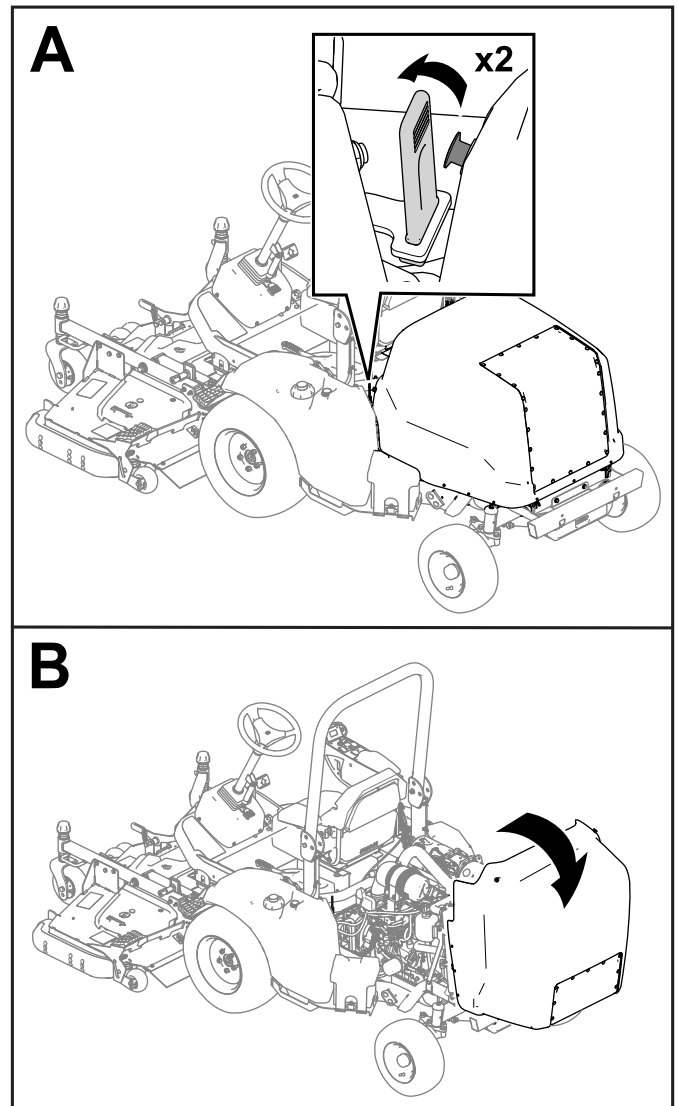

Figura 42
1. Rilasciate le cinghie da ciascun lato della macchina (Figura 42).
2. Alzate il cofano (Figura 42).